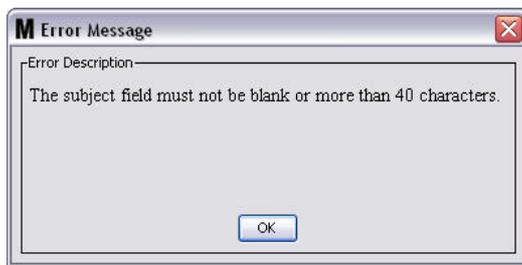

ABB. 143
- **Betreff:** Nennt den Grund für das Verschicken der E-Mail-Nachricht. Sie müssen einen Betreff angeben. Wenn Sie auf „OK“ klicken, ohne eine Betreff angegeben zu haben, erscheint die in ABB. 143 gezeigte Fehlermeldung.